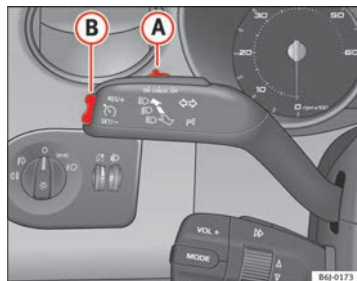

Fig. 120 Leva degli indicatori di direzione e degli abbaglianti: interruttore e tasto di comando del regolatore di velocità
- Spostare verso sinistra l'interruttore ⇒ fig. 120 **A**, posizionandolo su **ON**.